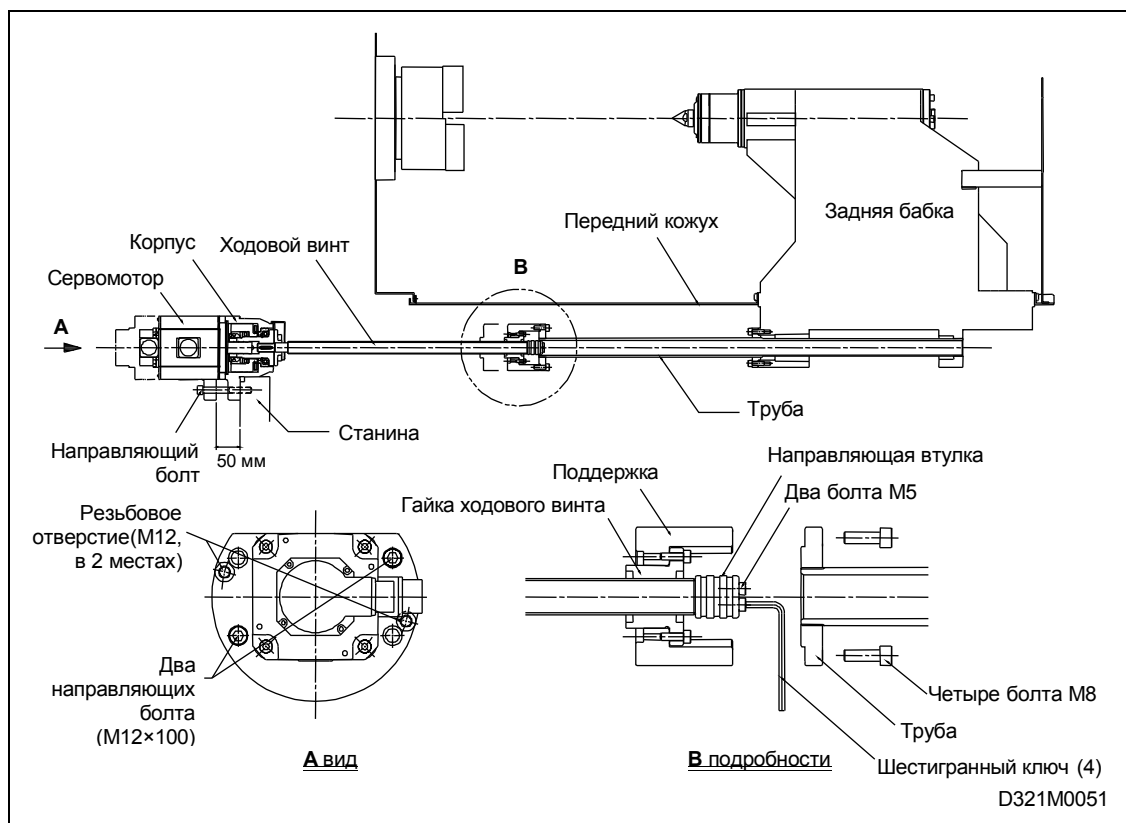

Рис. 5-36 Обслуживание и проверка направляющей втулки ходового винта
- 1) Установите два направляющих болта М12 × 100 в необходимые позиции. См. Рис. 5-36.
- 2) Установите два направляющих винта в необходимые позиции, и затем равномерно затяните установочные винты. См Рис. 5-36.
- (7) Удалите два болта М5 удерживающих направляющую втулку и замените вкладыш. После замены покройте направляющую втулку достаточным количеством смазки для смазывания вкладыша.
- (8) Удалите установочные винты от корпуса, и затем подгоните корпус в станину вдоль направляющих болтов. В это время будьте внимательны, чтобы не нарушить состояние сборки поддержки и трубы.
- (9) Установите передний кожух на заднюю бабку.
- (10) В конце замены убедитесь, что исходная позиция задней бабки не нарушилась.